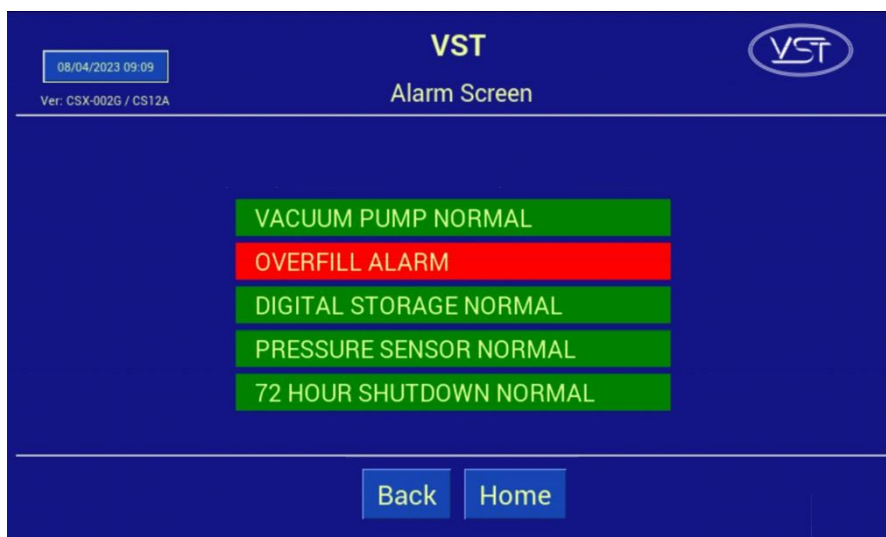

Figura 8-24: Pantalla de alarma del PLC de la GREEN MACHINE
- La alarma de sobrellenado del controlador del panel de control de VST está activa cuando la alarma de sobrellenado del sistema de administración de combustible está activa. **Vea la figura 8-24.**